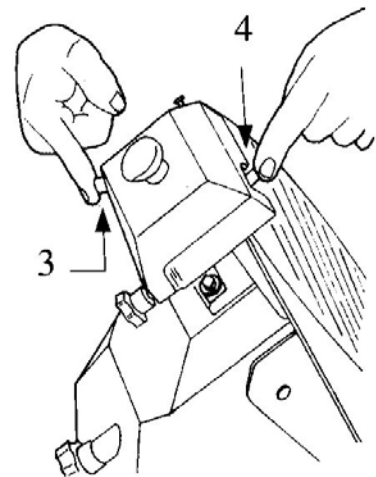

Bild 13
4. (Bild 13) tryck på knapp (3) så att klingan kommer i kontakt med slipstenarna i ca 30...40 sekunder så att en lätt grad bildas på klingans kant
5. (Bild 13) tryck på knapparna 3 och 4 samtidigt i ca 3/4 sekunder och frigör dem samtidigt för att avlägsna graden från klingan